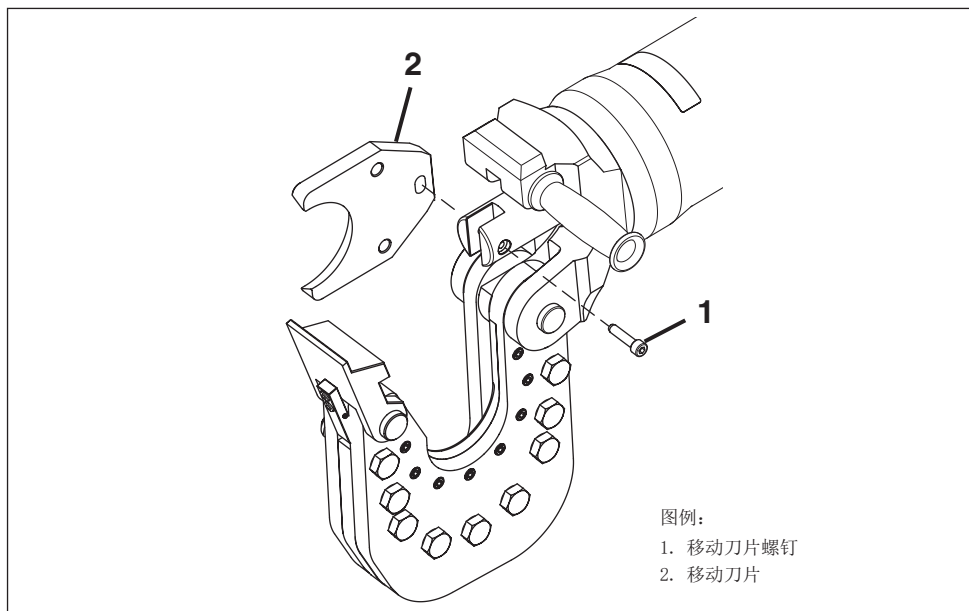

图 13，移动刀片更换（所示为 EWCH90 型号产品，EWCH140与其类似）
5. 松动并拆卸移动刀片螺钉（图 13，第 1 项）。
6. 拆卸磨损的移动刀片（图 13，第 2 项）。
7. 将新移动刀片（图 13，第 2 项）安装至活塞之内。
8. 安装新的移动刀片螺钉（图 13，第 1 项）。扭矩为 18 ft-lb [25 Nm]。涂抹乐泰243 螺纹锁固胶或同类产品。